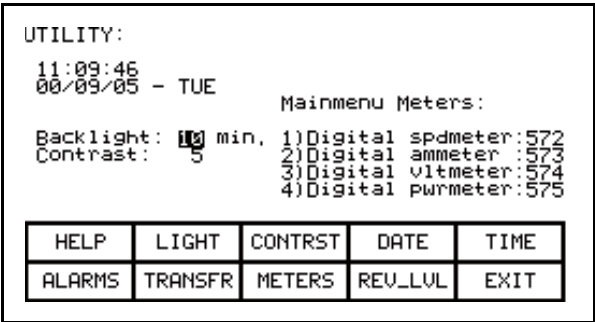

图 3.11 – 实用工具背光灯
要更改延迟时间，请按 [F2] 键。当前的背光灯延迟时间将反白显示(图 3.11)。此值的调节范围是 0 到 60 分。值零 (0) 将禁用延迟，即保持背光灯一直亮。按 [向上光标] 或 [向下光标] 键可更改值，每次更改 1 分钟。按 [向左光标] 和 [向右光标] 键也可更改值，每次更改 10 分钟。要中止更改，请按 [退格] 键，设置将返回到其原始值。要接受更改，请按 [回车] 键。背光灯延迟时间被保存。